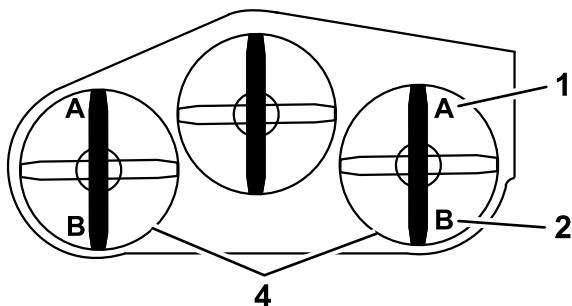

Figura 90
- 9. En ambos lados de la carcasa, mida desde la superficie nivelada hasta la punta delantera de la cuchilla (Posición A). La medida debe ser de 7.6 cm (3 pulg.) (Figura 90).
15. En ambos lados de la carcasa, mida desde la superficie nivelada hasta la punta trasera de la cuchilla (Posición B). La medida debe ser de 8.3 cm (3-1/4 pulg.) (Figura 90).